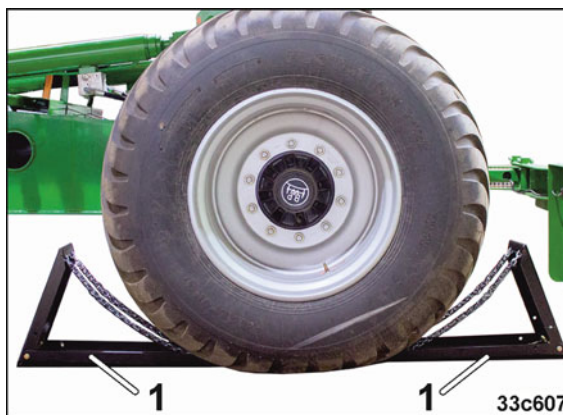

Fig. 154
10. Læg to stopklodser under maskinen (Fig. 154/1).